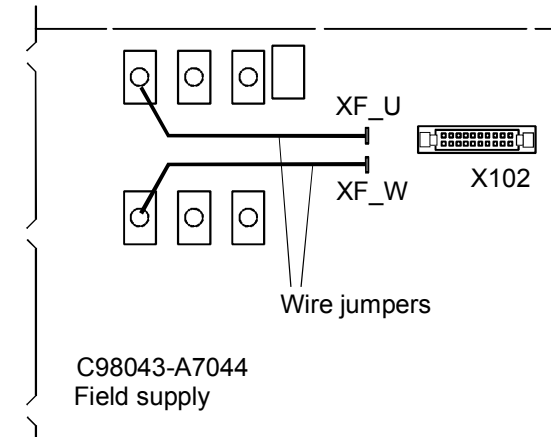

Fig. 6.10.3.1
- Insert wire jumpers acc. to Fig. 6.10.3.1